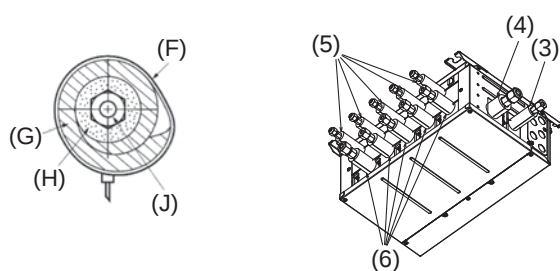
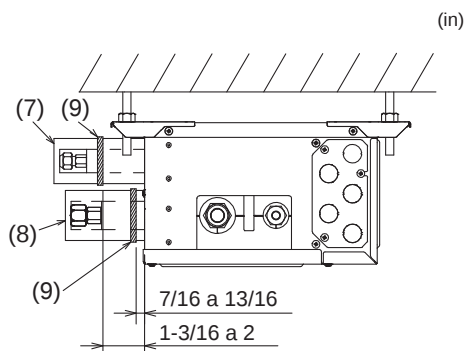

Fig. 7-3
Fig. 7-4
- Aísle los tubos de líquido y de gas de la Caja de derivación aplicando alrededor de ellos espuma de polietileno resistente al calor. (Fig. 7-3) Si no lo hace, pueden producirse quemaduras durante los trabajos de conexión de los tubos, o fugas de agua debido a la condensación producida en los tubos. Si se conecta a los números equivocados de las conexiones finales, no funcionará normalmente.
- 5) Presione las cubiertas de los tubos (3) y (5) de la tubería de líquido contra la unidad y envuélvala para que se fije. (Fig. 7-3)
- 6) Presione las cubiertas de los tubos (4) y (6) de la tubería de gas contra la unidad y envuélvala para que se fije. (Fig. 7-3)
- 7) Aplique las cintas suministradas (9) en una posición de 7/16-13/16 in (10-20 mm) de cada extremo de las cubiertas de los tubos ((3)(4)(5)(6)).
- 8) Si la unidad interior no está conectada, ajuste las cubiertas de los tubos que se suministran (con las tapas, (7) y (8)) en las conexiones de los tubos de refrigerante de la Caja de derivación contra la unidad para evitar el goteo de condensación de los tubos. (Fig. 7-4)
- 9) Fije las cubiertas de los tubos ((7)(8)) con las cintas (9) suministradas.
7.2. Manejo de los puertos que no están conectados a la unidad exterior (Fig. 7-4)